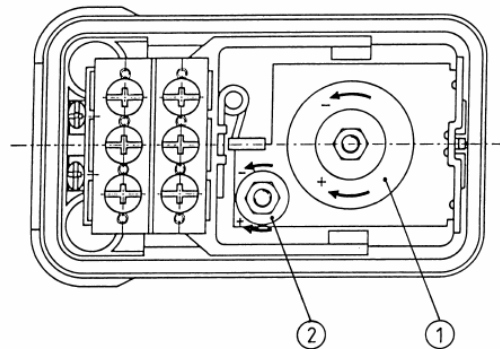

Рис. 4
- Установите требуемое давление выключения путем поворачивания центральной рукоятки поз.1 рис.4.